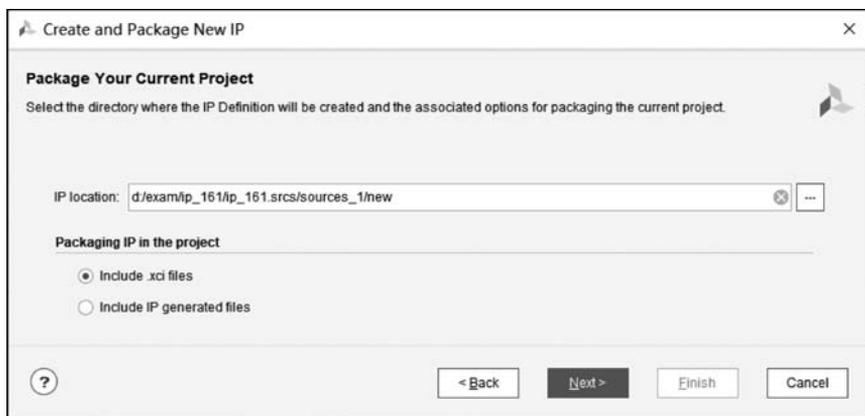

图 3.41 IP 核的路径
(4) 如图 3.41 所示,此界面中的 IP location 指示 IP 核的路径,以便设计者到此路径下将 IP 核导入别的工程中,也可通过单击右侧带省略号的按钮来给 IP 核指定新的位置,单击 Next 按钮。